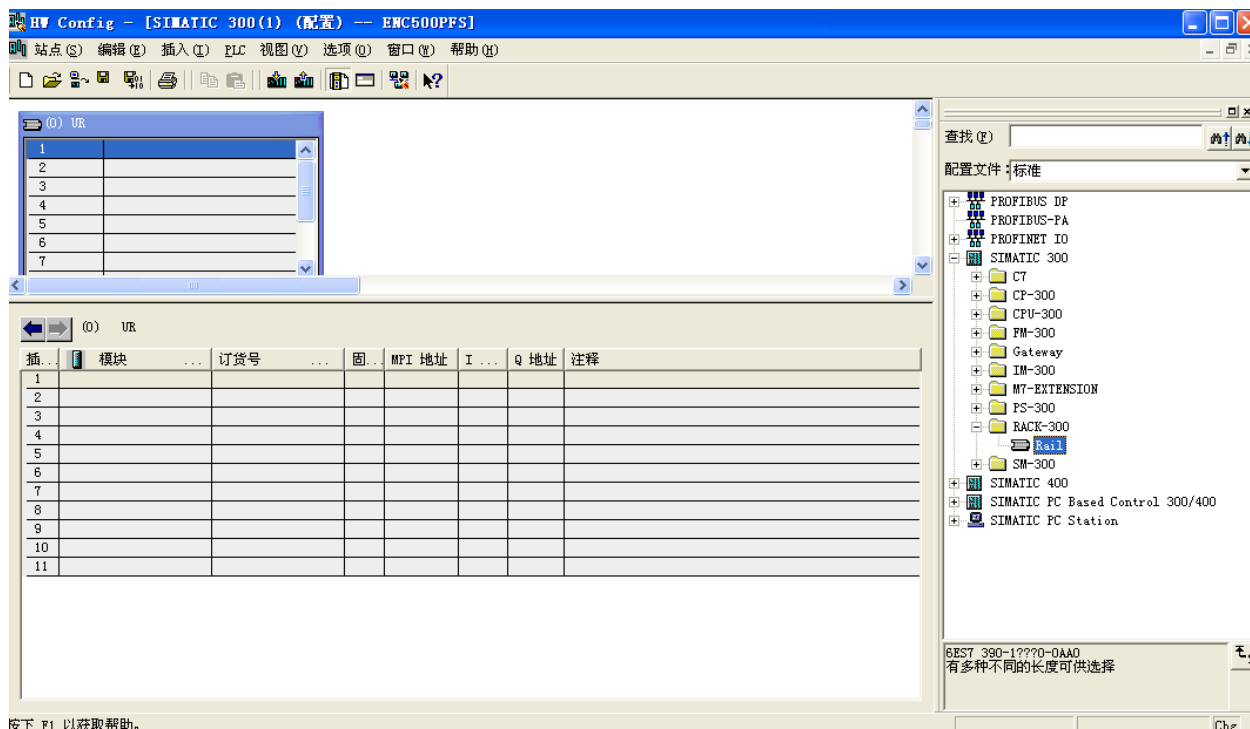

Рис. 3-8
4. Пример CPU 315-2DP показан на Рис. 3-8: